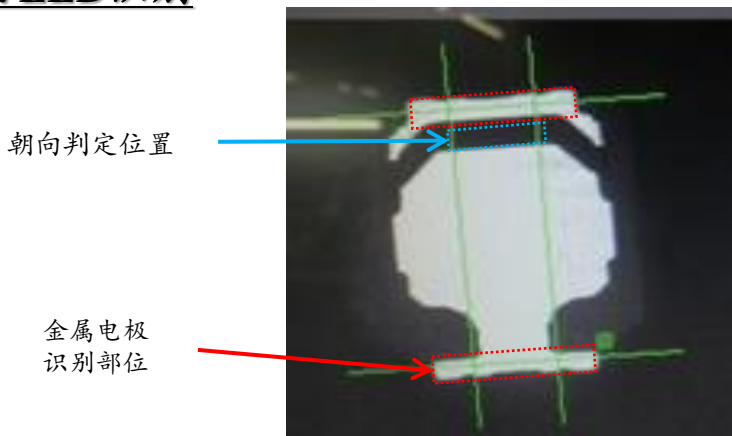

图9. 金属电极的识别 (推荐)
- 不容易对整个金属电极识别时，可以对金属电极外侧进行识别（图9的虚线部分）。
- 对LED的朝向进行判定时，设定为正负极间的部分（图9的虚线部分）后，通过这部分的辉度对是否有金属电极进行识别。